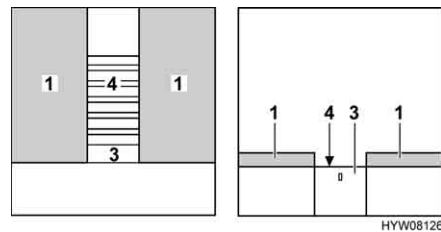

Fig. 118 Durante la trasformazione
- Estrarre completamente il telaio portamaterasso (Fig. 118,4). A tal fine estrarre la base estraibile (Fig. 118,3).